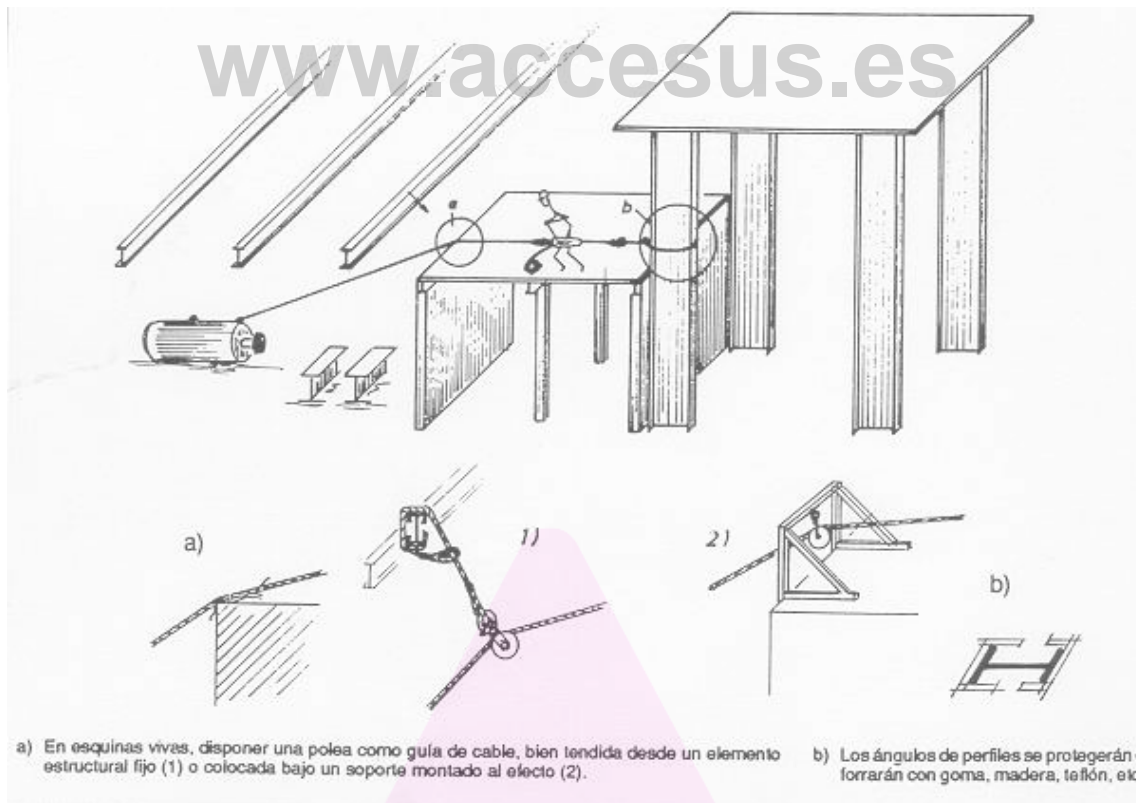

Fig. 7
- Montaje de equipo medio y ligero o maquinaria (Fig. 7).